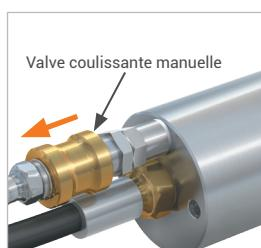

Figure 8
- ▶ Faites coulisser le manchon coulissant de la valve coulissante manuelle (Pos. 6) en arrière (Figure 8). La pression pilote présente est purgée. Les joints frontaux (Pos. 7) / les joints principaux (Pos. 8) sont desserrés, la connexion à la pièce d'essai est ainsi desserrée et le connecteur peut être retiré en position droite par l'arrière.